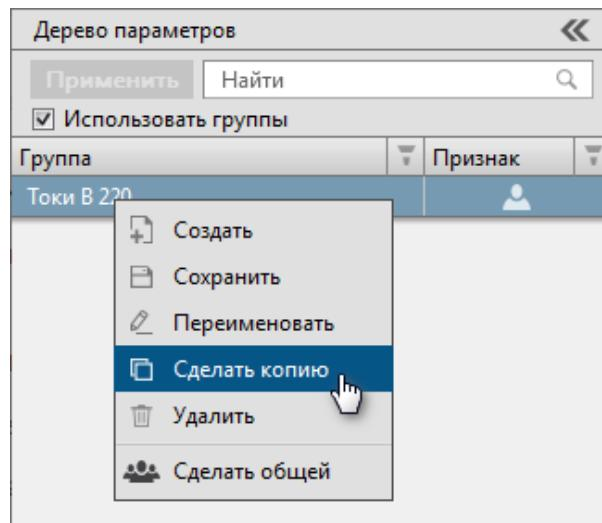

Рисунок 30 - Сделать копию
1. Нажмите ПКМ по выбранной группе сигналов и выберите команду **Сделать копию** (Рисунок 30).